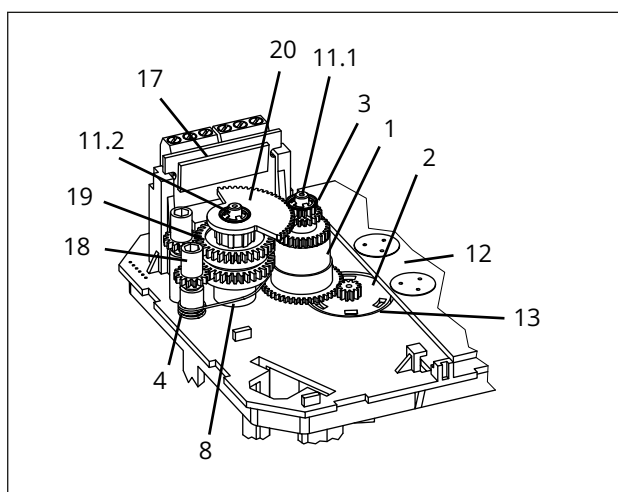
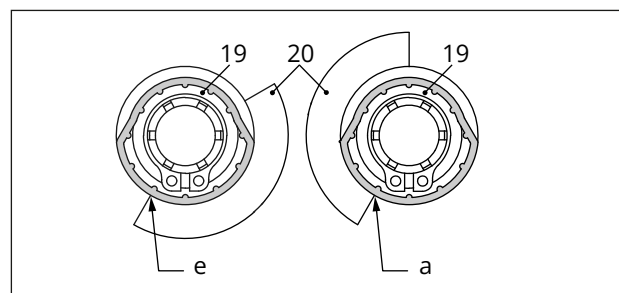

Bild 20: Innenansicht Typ 3374
Bild 21: Schaltnocken und Schalterträger
Die Schaltnocken (19) sind mit dem Nockenträger (20) und den Sicherungsringen (9) bereits zur Schaltnockeneinheit (21) vormontiert (vgl. Bild 21).
4. Einstellzahnräder (18) auf ihre Dome stecken und mit je einer Schraube (16) befestigen. Prüfen, ob sich die Einstellzahnräder leicht drehen lassen. Schraube ggf. leicht lösen.
5. Schaltnocken (19) nach Bild 21 entsprechend der Stellung der Antriebsstange auf dem Nockenträger (20) verdrehen.
6. Distanzring (8) auf den Dom (11.2) stecken und darauf achten, dass der lange Schenkel der Spannfeder zwischen den Mantelflächen von Distanzring und Zwischenrad liegt.
7. Schaltnockeneinheit (20) nach Bild 20 entsprechend der Stellung der Antriebsstange auf den Dom stecken. Dabei darauf achten, dass der äußerste Zahn der Schaltnockeneinheit mit dem Zahnrad des Zwischenrads (1) in Eingriff ist. Auch die Einstellzahnräder (18) müssen mit den